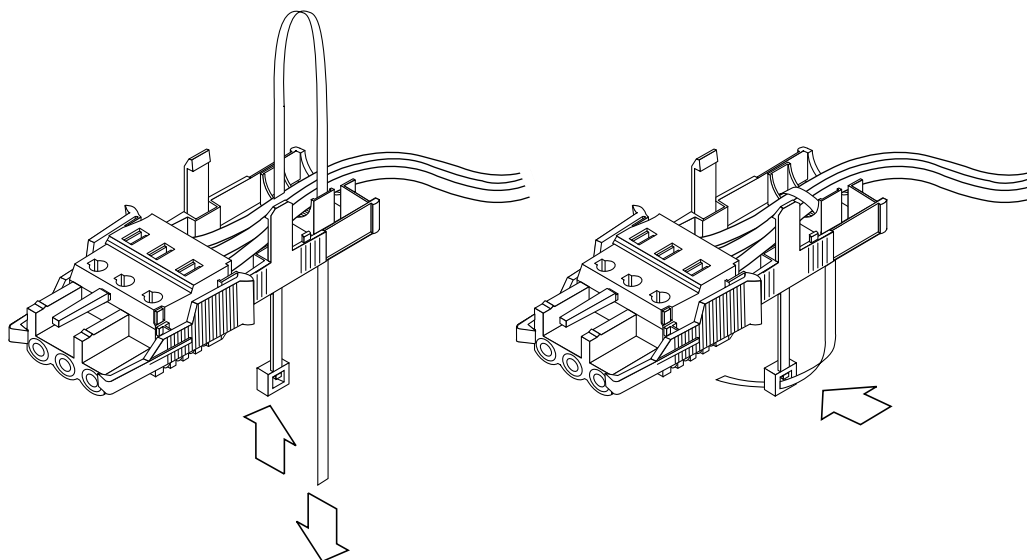

図 2-11 保護カバーの下部品にワイヤーを固定する方法
3. 図 2-11 に示すように、保護カバーの下部品に結束用の輪を通します。